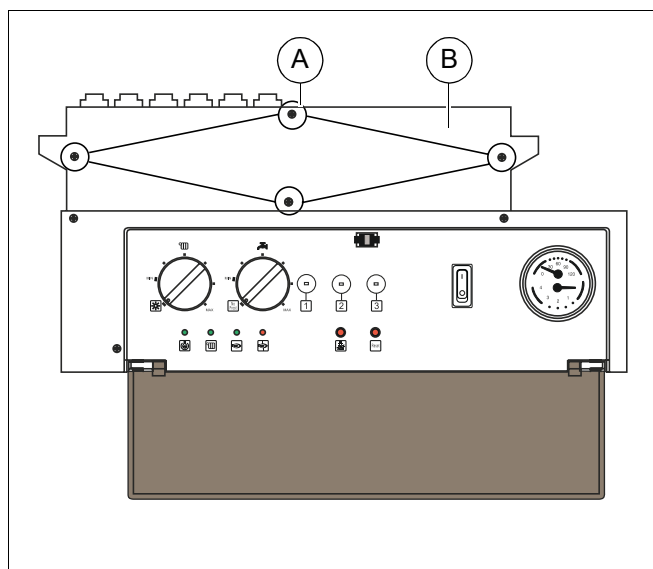

Fig. 37 Accesul la panou
- Pentru a avea acces la partea de racord, îndepărtați cele 4 șuruburi (Fig. 37, **Poz. A**) și îndepărtați și (Fig. 37, **Poz. B**) învelișul.